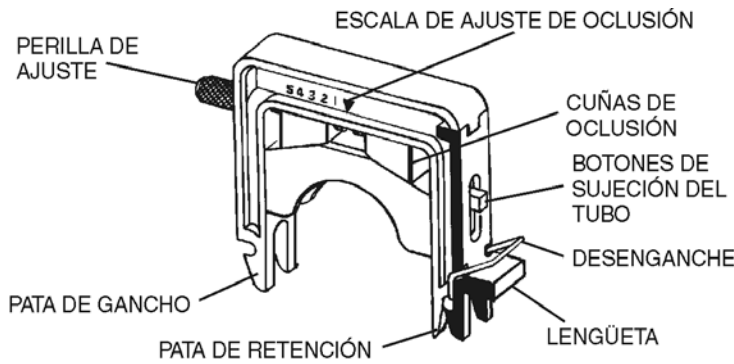

FIGURA 4 CONJUNTO DE CARTUCHO
1. Gire la perilla de ajuste de oclusión (vea la Figura 4) hacia la izquierda para abrirla al máximo. Este paso no es necesario cuando la oclusión está fijada en el ajuste de fábrica o si ya se fijó bien la oclusión durante el bombeo anterior.
5. Haga girar el cartucho con el tubo sobre el rotor y empuje la lengüeta hacia abajo (vea la Figura 4) hasta que se cierren los enganches (vea la Figura 6E). **Nota:** Apriete el cartucho hacia abajo según sea necesario en el lugar indicado en la Figura 6E para facilitar el enganche y desenganche.
2. Empuje hacia abajo el lado de enganche del cartucho (vea la Figura 6E) y tire de la pata de enganche hacia afuera para desenganchar de la varilla. El desenganche (vea la Figura 4) puede pulsarse hacia abajo como ayuda en este proceso según se desee.
(4) Bombeo bidireccional